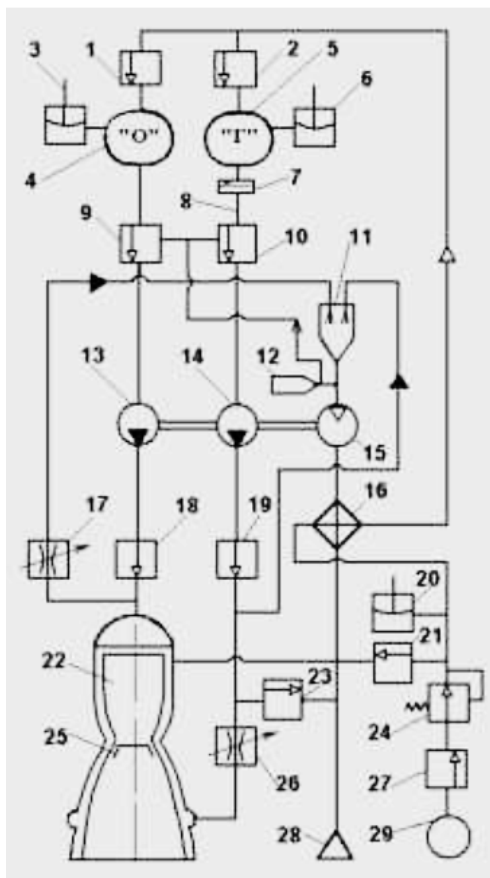

Рис. 1. Пневмогидравлическая схема ЖРД
17. На рис. 1 приведена ПГС ЖРД. Определить, этот ЖРД с дожиганием или нет и найти газогенератор.
18. Чем на схеме (рис. 1) производится наддув баков?